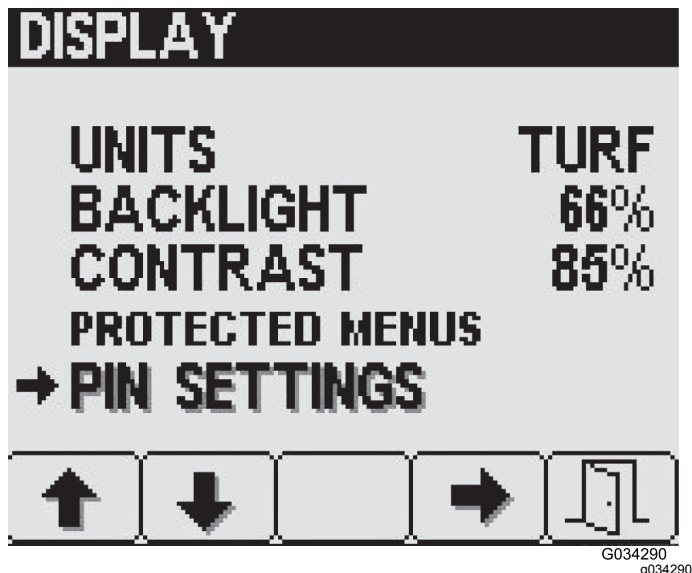

Рисунок 31
1. На экране Display (Дисплей) нажмите кнопку 2, чтобы перейти к пункту PIN Settings (Настройки ПИН-кода), затем нажмите кнопку выбора 4 (Рисунок 31).
1. На экране PIN Settings (Настройки ПИН-кода) нажмите кнопку 2, чтобы перейти к пункту PIN Change (Изменение ПИН-кода), а затем нажмите кнопку выбора 4 (Рисунок 31).